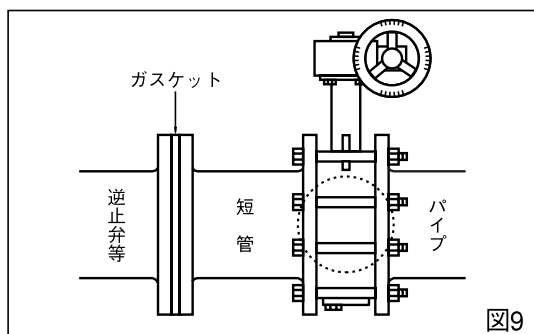

図9
- 逆止弁などへの取付：逆止弁・ポンプに直接、バタフライバルブを取り付けると、全開時に弁体が相手側に接触する場合があります。この場合は、短管を入れて配管してください。（図9）